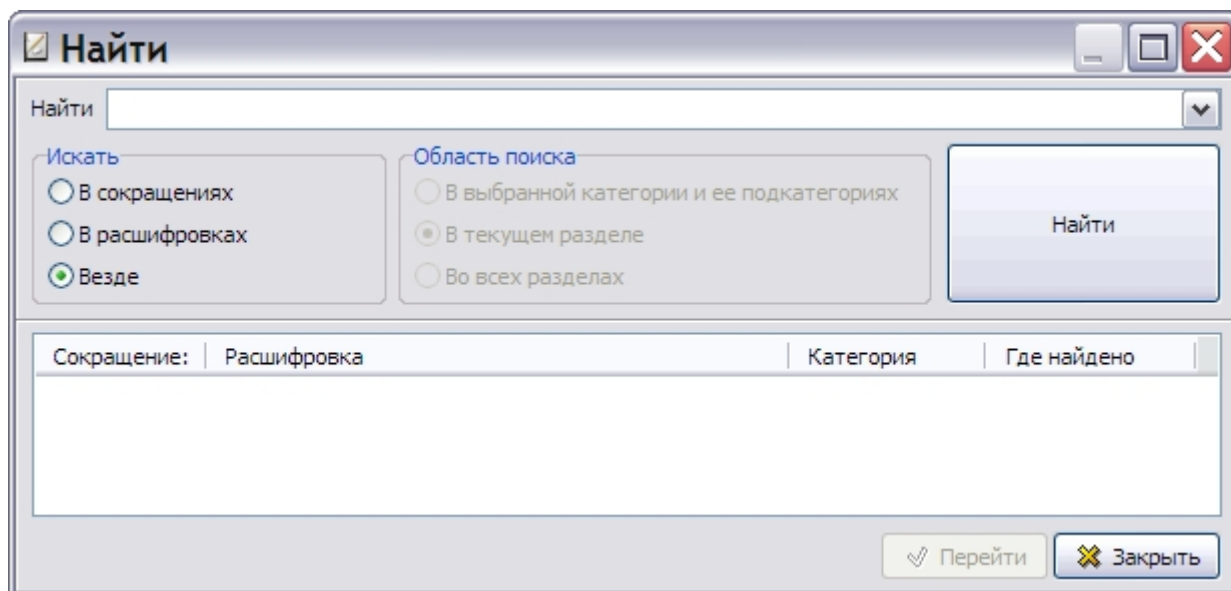

Рис. 7.15
2. Нажмите на кнопку **Поиск**  на панели инструментов левого окна или комбинацию клавиш CTRL+F. При этом появится диалоговое окно **Найти** (Рис. 7.15).